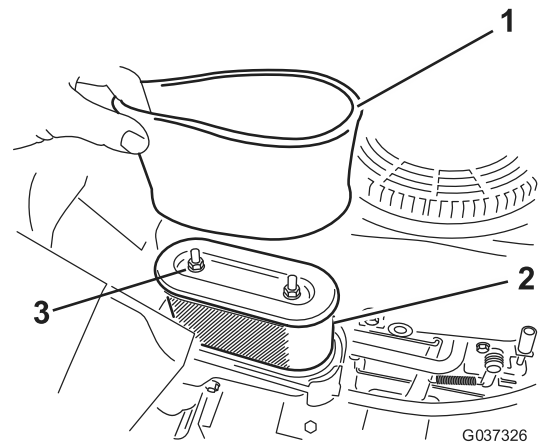

Figura 17
4. Retire las 2 tuercas que sujetan el conjunto del filtro a la carcasa (Figura 17).